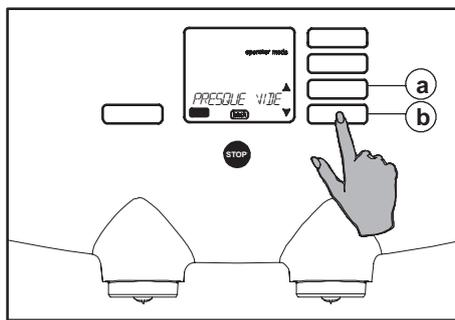

Fig. 66 Menu de sélection PRESQUE VIDE
Dans le menu opérateur, à partir du menu de sélection "PRESQUE VIDE" (fig. 66), vous pouvez activer la détection de pack "PRESQUE VIDES".
2. Utilisez les boutons de défilement  jusqu'à ce que l'option "PRESQUE VIDE" apparaisse à l'écran (fig. 66 a ou b).